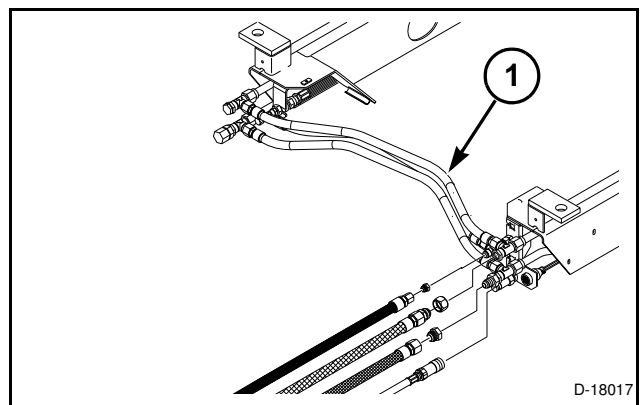

FIG. 5
**FIG. 5:** Para conectar este colector a un tractor de modelo más antiguo, deberá contar con el kit (1) de conversión de transmisión hidráulica dual a simple, que permite usar este colector (con transmisión hidráulica simple) en un tractor con transmisión hidráulica dual.